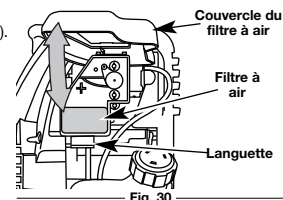

Fig. 30
- Ouvrez la couverture du filtre à air. Poussez la languette sur le dessous vers l'intérieur. Tirez ensuite la couverture du filtre à air vers le haut et vers l'extérieur. (Fig. 30).
- Faites pivoter la couverture vers le bas jusqu'à ce que la languette sur la plaque arrière du filtre à air se verrouille en place dans la fente sur la couverture du filtre à air (Fig. 30).